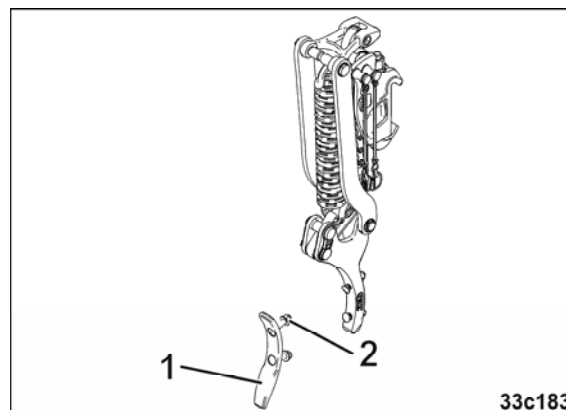

Рис. 166
1. Ослабьте гайки (Рис. 166/2).
2. Замените наконечники следорыхлителей (Рис. 166/1).
3. Затяните гайки (Рис. 166/1).